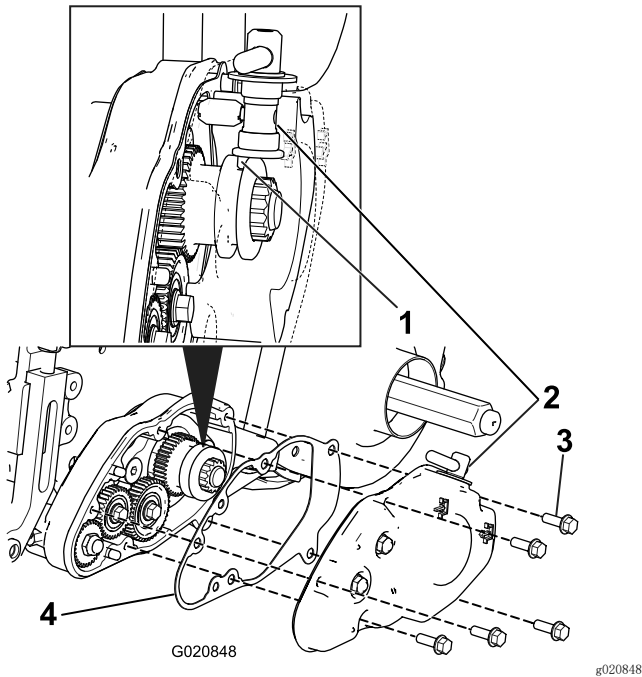

图16
2. 将垫片放到疏草刀壳体上的定位销上（图16）。
3. 将盖子安装到疏草刀壳体上，将离合器总成的致动销插入驱动齿轮的凹槽中（图16）。
4. 用 5 个凸缘头螺栓（图16）固定盖子，上紧螺栓扭矩至  $9.6 \sim 10.5 \text{ N} \cdot \text{m}$ 。